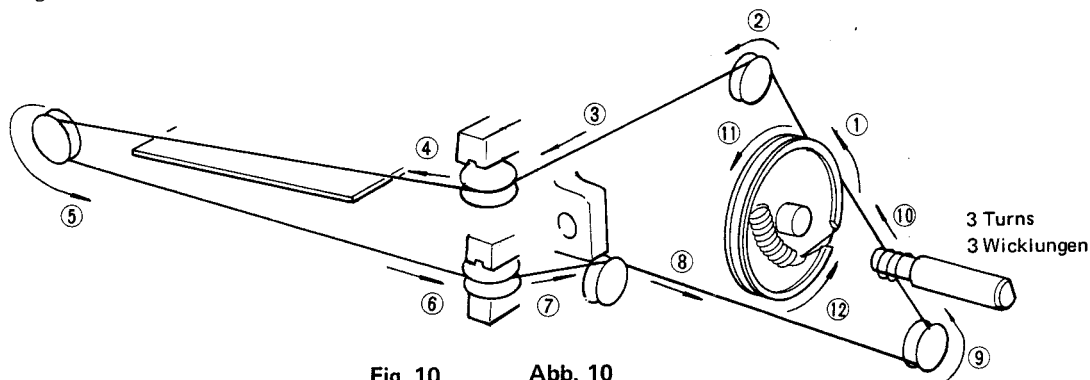

Fig. 10 Abb. 10
3. Arrows (① — ⑫) indicate correct order and indication of dial threading as shown in Fig. 10.
3. Die in Abb. 10 gezeigten Pfeile (① — ⑫) zeigen die richtige Reihenfolge beim Spannen der Skaleschnur an.